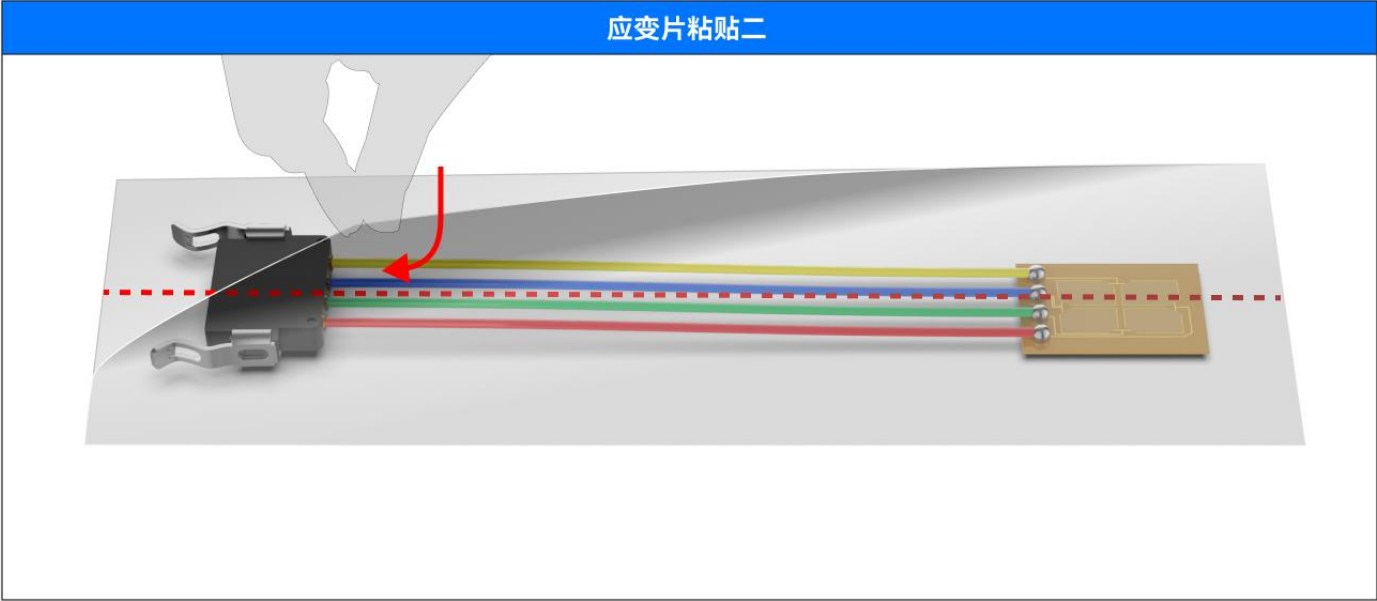
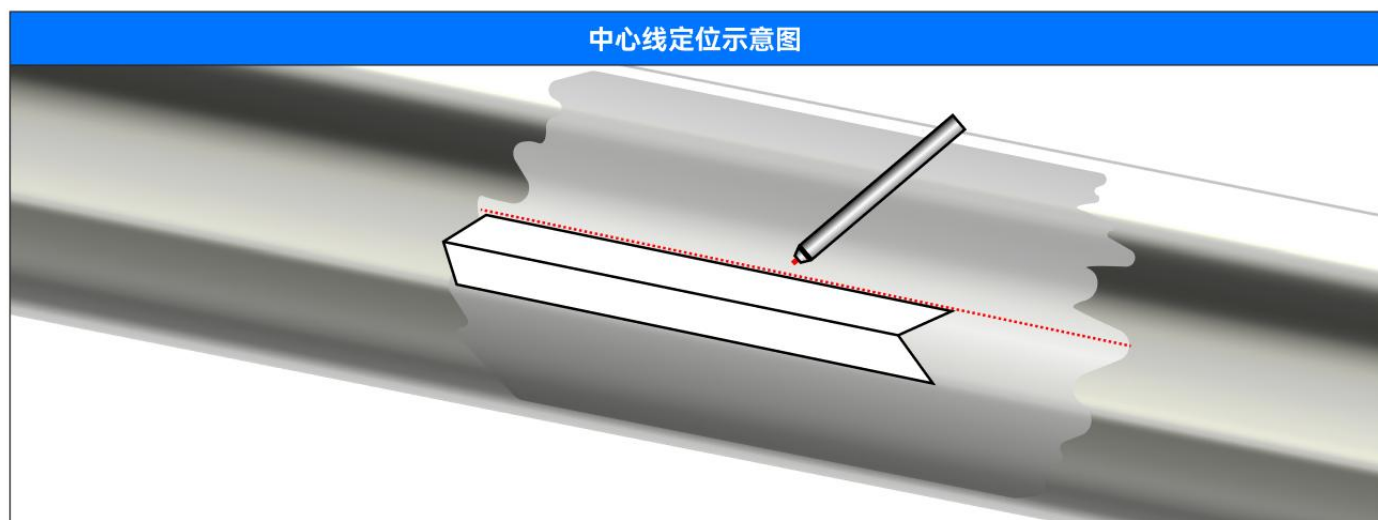

图3.9
图3.14
4. 应用第一层胶带后，使用不可擦除标记在应变片上标记一条线，如图3.9，平行于应变片的长边。然后添加第二层聚酯薄膜胶带。将应变片应用于轴时，第二层将阻止胶带卷曲。轻轻地将两层胶带提起，此时应变片粘在上面，以确保您始终能够处理胶带，而不是应变片本身。
3. 船用扭力计的安装要求沿平行于轴线的引导线安装应变片。将角铁与轴平齐，并使用圆珠笔标记平行于轴的抛光线，如图3.14。这将作为图3.9中在应变片上方的聚酯薄膜胶带上标记的中心线的定位参考。